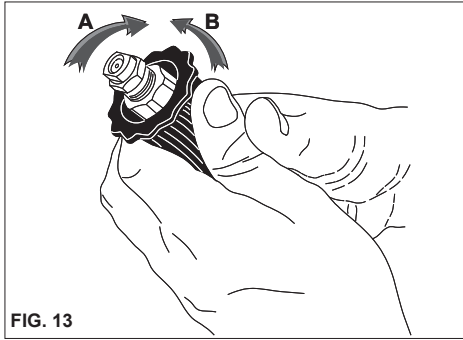

FIG. 13
SÄÄDETTÄVÄN PÄÄKAPPALEEN KÄYTTÖ (fig. 13)
- Lukitse laitteen varressa oleva turvalaite silloin, kun laitetta ei käytetä. (fig. 13).